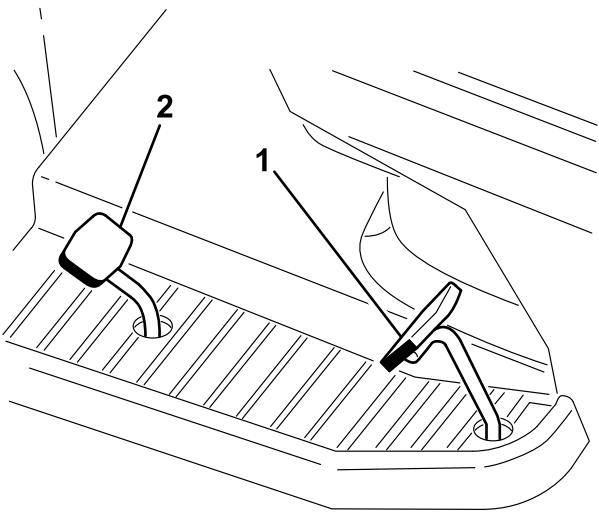

Bild 17
2. Gehen Sie mit dem Fuß auf das Fahrpedal und drücken Sie das Pedal langsam nach vorne (Bild 17).
2. Stellen Sie den Fuß auf das Gaspedal zum Rückwärtfahren und treten Sie das Pedal langsam durch um rückwärts zu fahren (Bild 17).